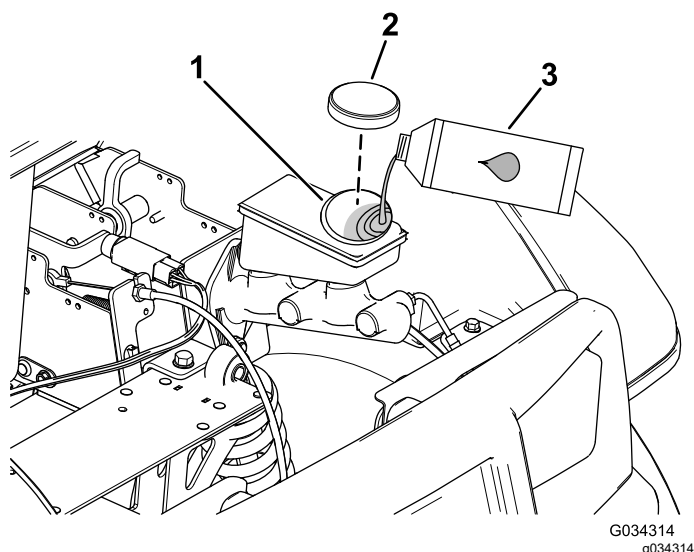

図 54
2. フードを持ち上げてブレーキのマスターシリンダとブレーキ液タンクにアクセスできるようにする 図 54。
- A. ウェスでタンクのキャップの周囲をきれいに拭いてキャップ外す 図 54。
- C. タンクにキャップを取り付ける 図 54。